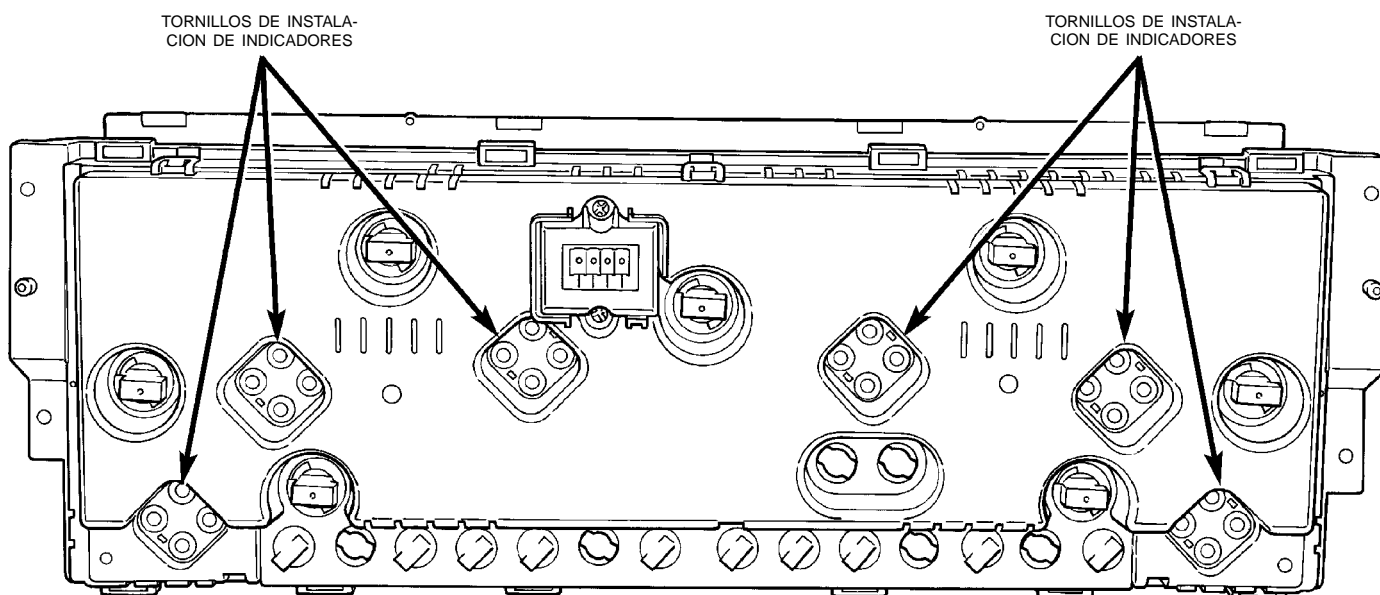

Fig. 7 Tornillos de instalación de indicadores
(1) Retire la óptica, la cubierta y la plantilla tal como se describe en este grupo.
(2) Retire los tornillos de retención que aseguran el o los indicadores de la parte trasera de la caja de circuitos e indicadores del grupo de instrumentos (Fig. 7).
(3) Retire el o los indicadores de la parte delantera de la caja de circuitos e indicadores del grupo de instrumentos.
(4) Para la instalación, invierta los procedimientos de desmontaje.